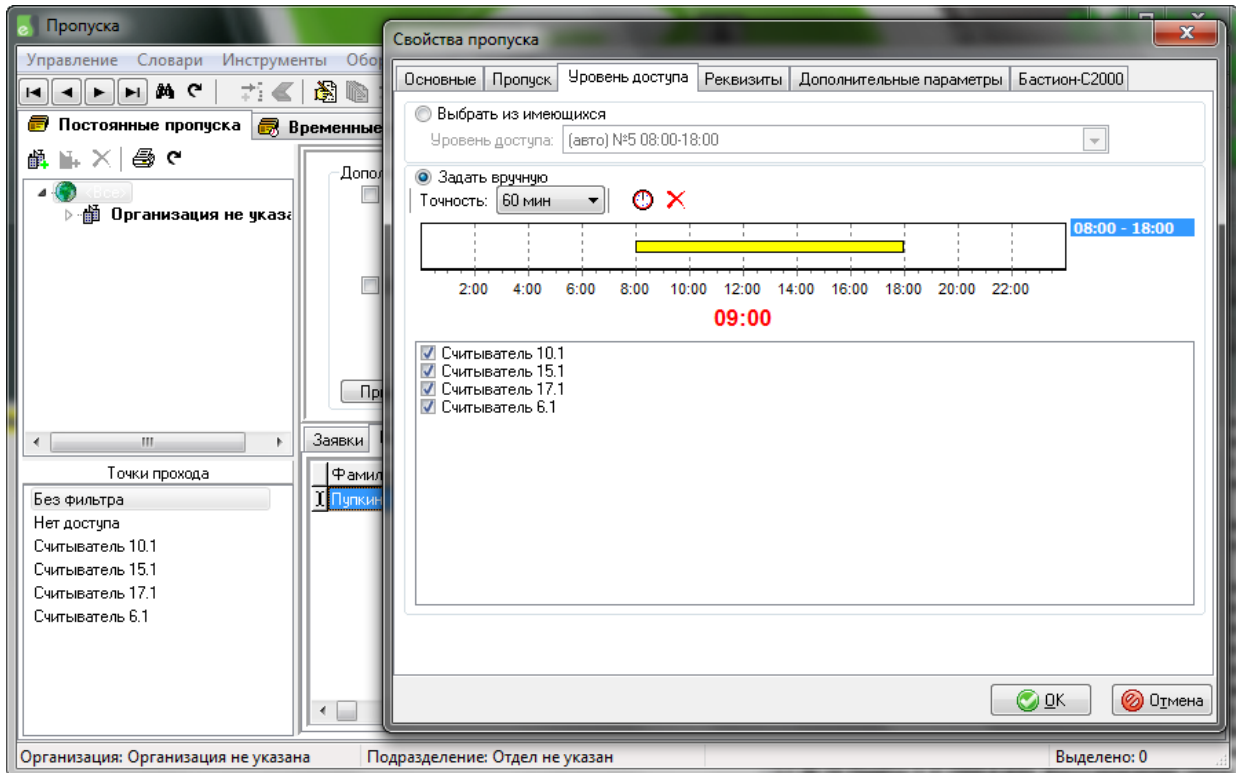

Рис. 37 – Окно бюро пропусков с выданными пропусками
3. Завести и выдать постоянные пропуска с уровнем доступа, куда входят считыватели управляемых приборов (Рис. 37).